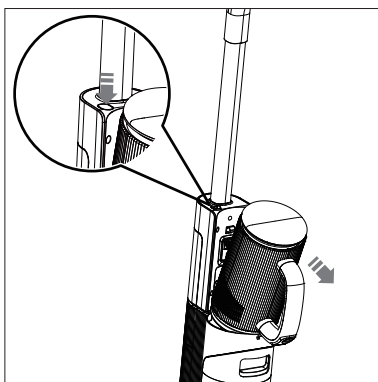

Abb. 21 – Motoreinheit entnehmen
- ▶ Halten Sie die Motoreinheit gut fest und drücken Sie die Entriegelungstaste für die Motoreinheit (4), um die Motoreinheit zu lösen.
- ▶ Kippen Sie die Motoreinheit nach vorne aus dem Gerät (**siehe Abb. 21**).